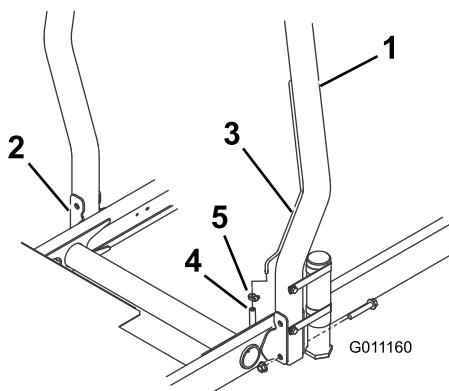

Bild 12
Überrollbügel an der linken Seite der Maschine ist (Bild 12).
2. Befestigen Sie jede Seite des Überrollbügels mit zwei Bundkopfschrauben und Sicherungsmuttern an den Befestigungshalterungen (Bild 12). Ziehen Sie sie auf 81 Nm an.